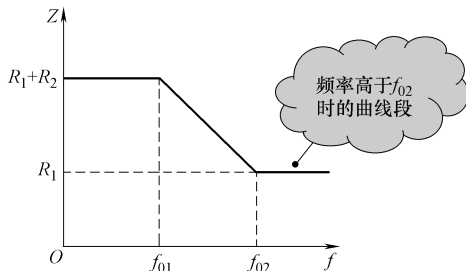

图 9-50 输入信号频率高于  $f_{02}$  情况时示意图
4) 输入信号频率高于  $f_{02}$  情况。如图 9-50 所示是输入信号频率高于  $f_{02}$  情况时示意图, 当信号频率高于转折频率  $f_{02}$  时, 由于  $C_1$  的容抗很小, 小到为零的程度, 这样,  $C_1$  将  $R_2$  短接, 此时该电路总的阻抗为  $R_1$ , 如图所示。